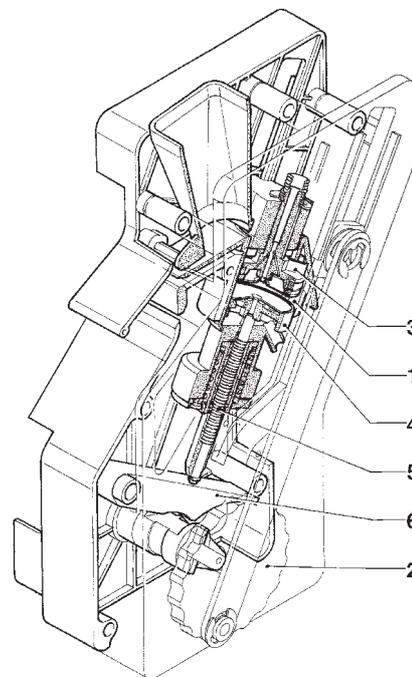

Fig. 18
Le café tombe alors dans la chambre d'infusion (1) placée en position verticale (voir fig. 18).
La manivelle du motoréducteur enclenchée sur le disque externe (2) par rapport au groupe, tourne de 180° en provoquant l'oscillation de la chambre d'infusion et la descente du piston supérieur (3) (voir fig. 18).